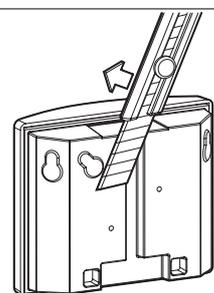

Рис.10
- на тыльной стороне корпуса - ножом (рисунок 10);